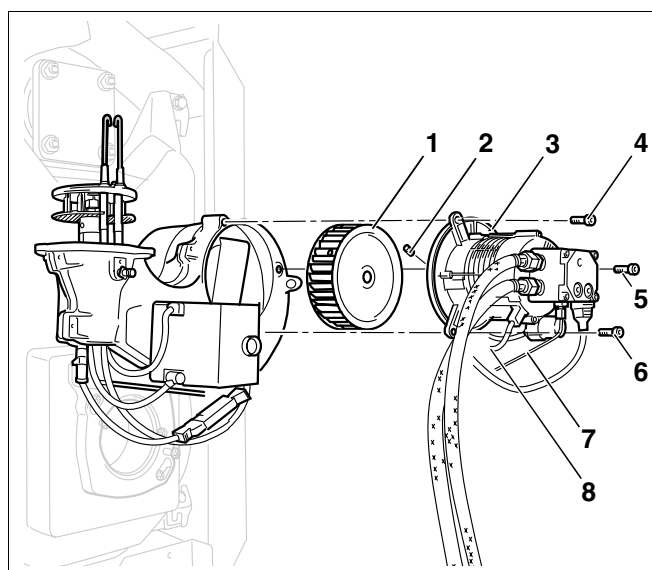

Fig. 25 Curățarea sau înlocuirea rotorului de suflantă
- Se scoate fișa motorului (Fig. 25, **Poz. 8**) și cea a magnetventilului.
- Se deșurubează (Fig. 25, **Poz. 7**) țeava de combustibil lichid din pompa de combustibil lichid.
- Se slăbesc șuruburile cu flanșă (Fig. 25, **Poz. 4–6**) de la motor.
- Se detașează motorul (Fig. 25, **Poz. 3**) cu rotorul de (Fig. 25, **Poz. 1**) suflantă.
- Controlul optic al rotorului de suflantă (Fig. 25, **Poz. 1**), după caz, se curăță sau se înlocuiește.
- Pentru înlocuirea rotorului de suflantă (Fig. 25, **Poz. 1**) se slăbește (Fig. 25, **Poz. 2**) știftul filetat.
- Se reînșurubează (Fig. 25, **Poz. 3**) motorul cu rotorul de (Fig. 25, **Poz. 1**) suflantă. Distanța de la rotorul de suflantă (Fig. 25, **Poz. 1**) la flanșa motorului trebuie să fie 0,5–0,8 mm.
- Se montează (Fig. 25, **Poz. 7**) țeava de combustibil lichid la pompa de combustibil lichid.
- Se conectează (Fig. 25, **Poz. 8**) fișa motorului și cea a magnetventilului.